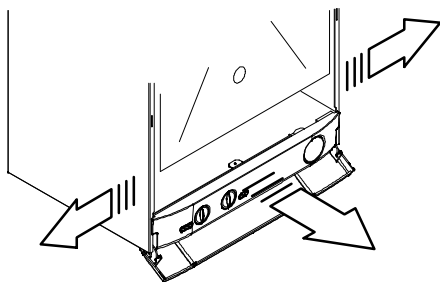

Figura 5.25
- Spostare i pannelli laterali e estrarre frontalmente il pannello comandi per accedere alla morsettiera di alimentazione Figura 5.25.